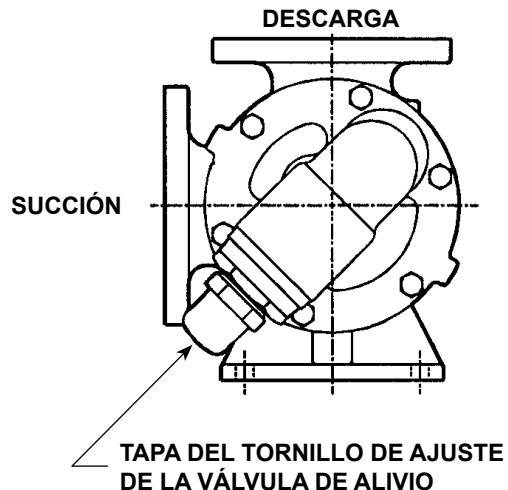

FIGURA 3
3. La tapa del tornillo de ajuste de la válvula de alivio siempre debe apuntar hacia el lado de succión de la bomba. Consulte la **Figura 3**. Si se invierte la rotación de la bomba, retire la válvula de alivio y gírela en 180° (primero consulte **ROTACIÓN DE LA BOMBA** en la página 7 para obtener los pasos adicionales necesarios para una operación apropiada.)